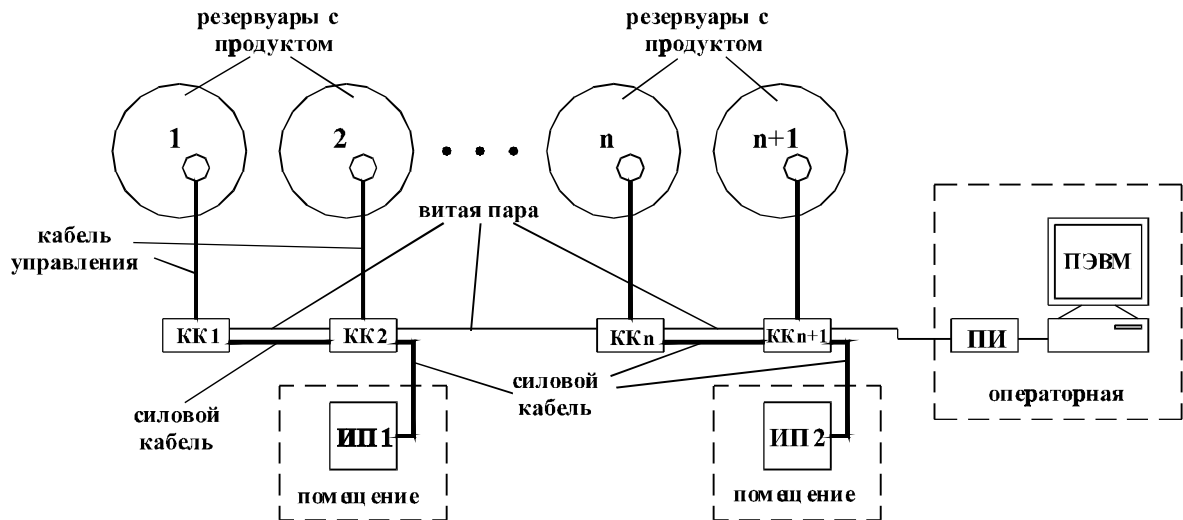
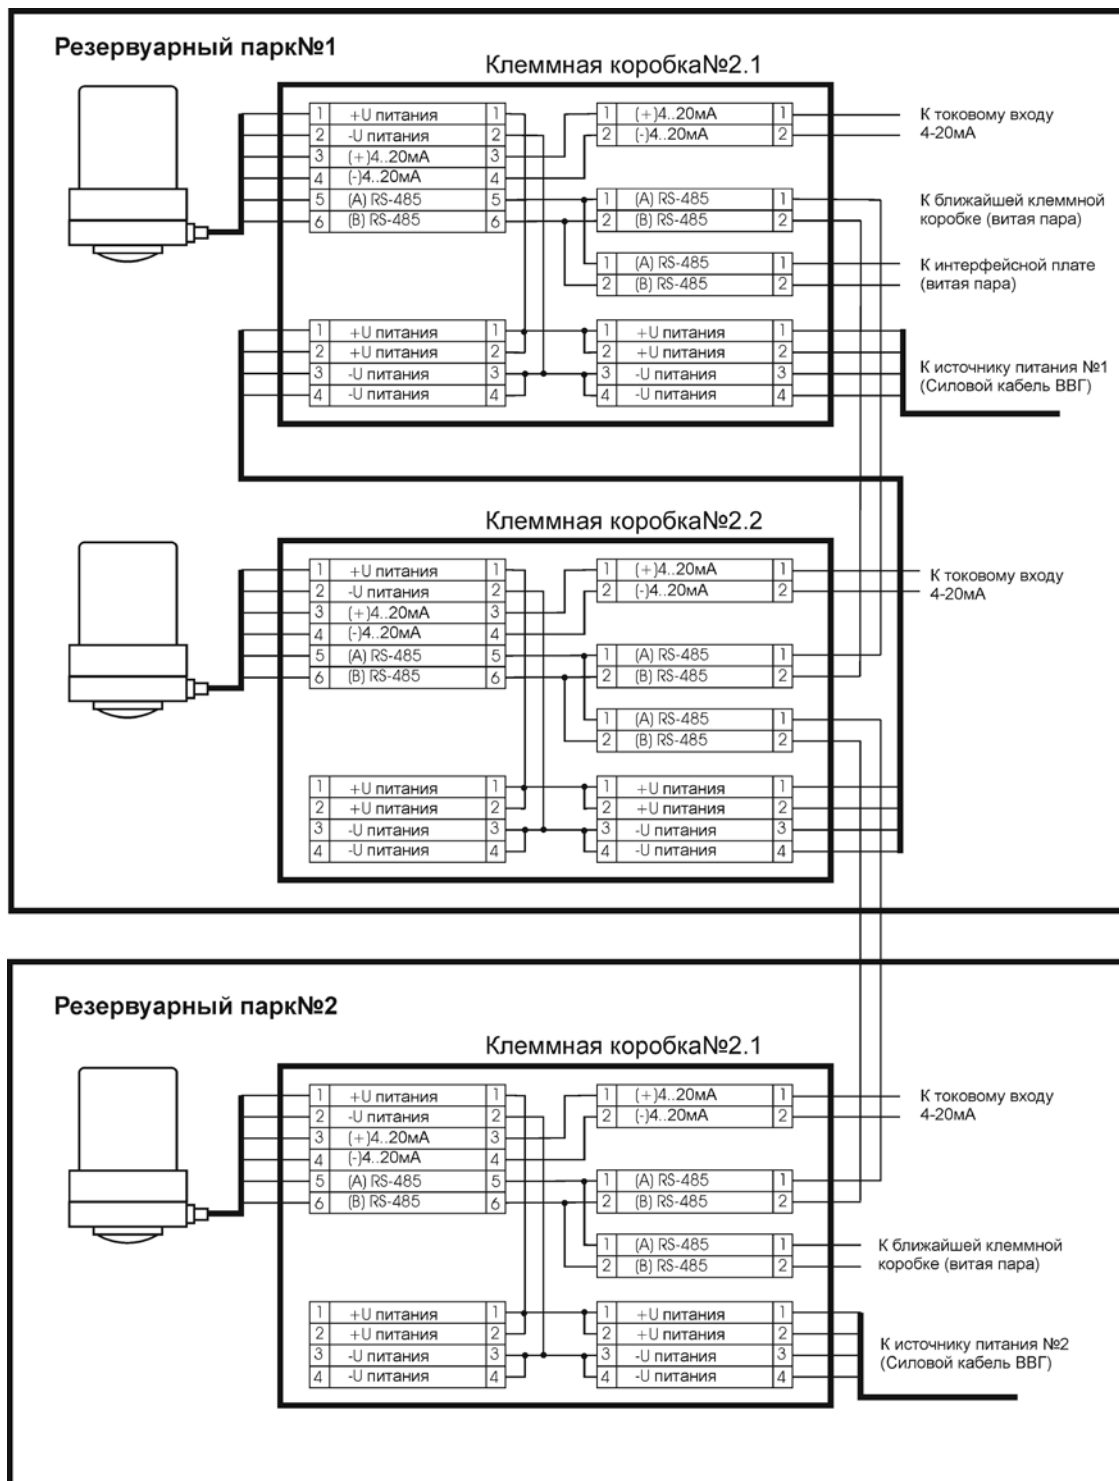

Рис. 3. Включение уровнемера с несколькими источниками питания.
Рис. 11. Вариант подключения датчика с выделенным источником питания.
*Источник питания (ИП)*, предназначен для подачи питающего напряжения на датчики уровня. Источник питания должен обеспечивать напряжение питания, на колодке датчика, в пределах 20 – 36 В постоянного тока (с учетом падения напряжения на подводящих проводах). В общем случае ИП – один, но допускается использовать несколько ИП для питания отдельных групп датчиков (рис. 3), при большой протяженности кабельной сети и (или) большом количестве датчиков, подключенных к этой сети.
Схема подключения, показанная на рис. 11, соответствует кабельной разводке показанной на рис. 3. Вариант подключения датчика с выделенным источником питания является наиболее предпочтительным при большой протяженности силовой кабельной сети и большом количестве датчиков уровня. При применении данной схемы снижаются требования к мощности и напряжению на выходе источников питания, т.к. в этом случае имеется возможность запитывать датчики от отдельных источников питания, расположенных вблизи от групп резервуаров, отсюда же и снижение протяженности силовых проводов, а значит и возможность уменьшения сечения проводов.